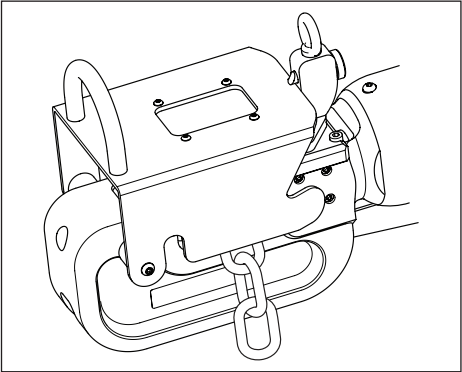

Figura 14, corrente sendo cortada (típico)
10. Depois que todo óleo tiver sido retirado, remova os três parafusos do suporte isolador e remova o suporte isolador da parte inferior do cortador. Veja a Figura 14.